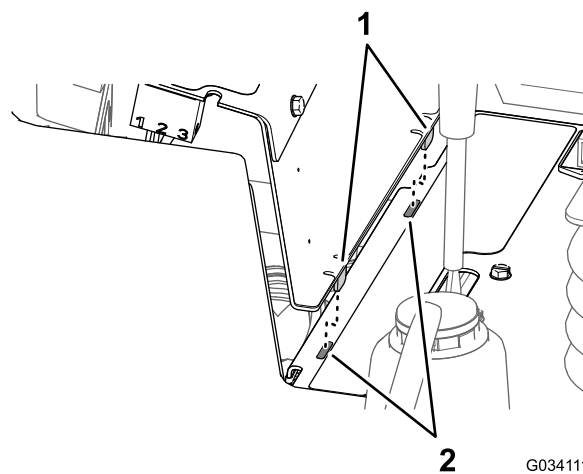

Figura 58
2. Allineate le 2 alette nella parte inferiore del pannello laterale con 2 scanalature nel telaio della consolle (Figura 58).